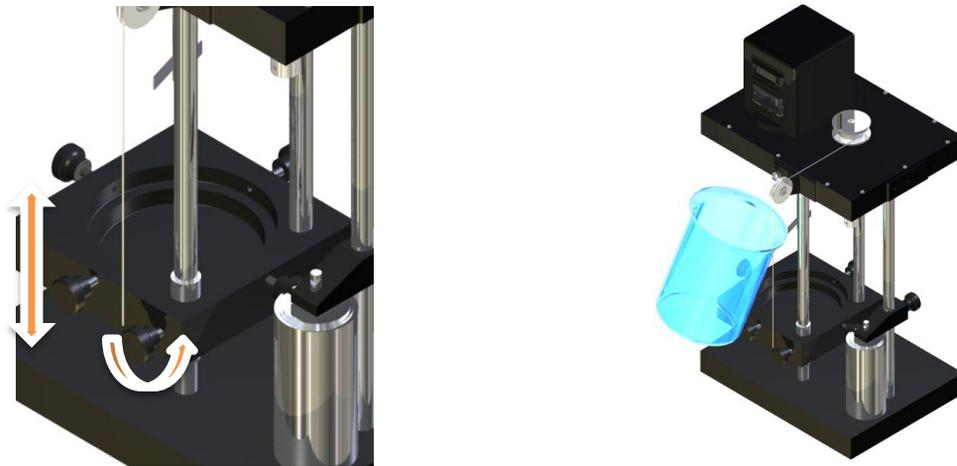

Figura 1
6.4 Regule a altura do suporte para poder alojar o Becker com a amostra conforme figura 1.